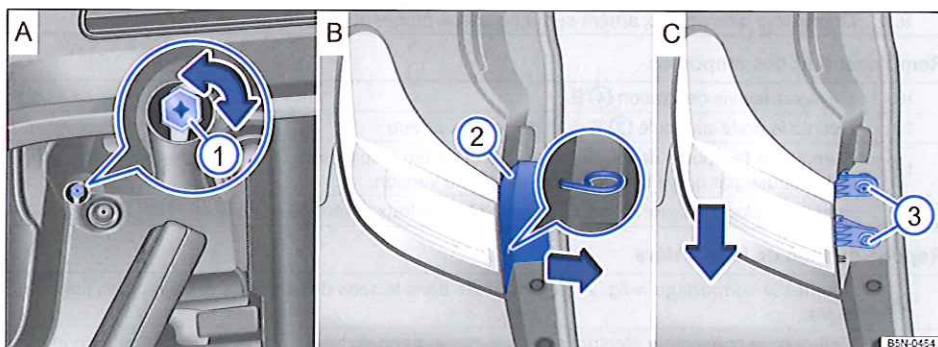
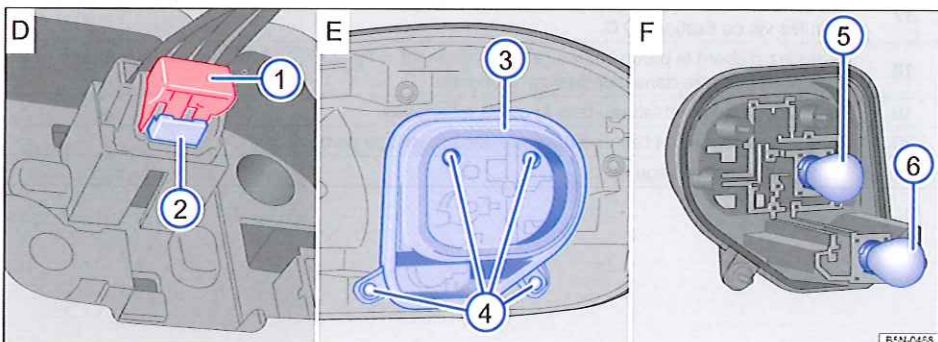

Fig. 239 Sur les côtés du coffre à bagages : déverrouillez le bloc de feux arrière, retirez le revêtement et dévissez les vis de fixation.
Fig. 240 Bloc de feux arrière déposé : déposez le porte-ampoule et remplacez l'ampoule de feu rouge arrière et de feu stop ⑤ ou l'ampoule de clignotant ⑥.
3. Placez l'étrier métallique compris dans l'outillage de bord (→ page 396) dans le petit alésage du revêtement → fig. 239 ② B. Retirez le revêtement dans le sens de la flèche à l'aide de l'étrier métallique.
5. Tournez jusqu'en butée le verrouillage ① A de 90° dans le sens inverse des aiguilles d'une montre à l'aide du tournevis à lame cruciforme compris dans l'outillage de bord.
6. Dévissez les vis de fixation ③ C.
8. Retirez l'étrier de sûreté rouge → fig. 240 ① D, comme représenté sur la figure, puis débranchez le connecteur électrique lorsque le levier ② D est poussé.
10. Dévissez les vis de fixation ④ E.
11. Retirez le porte-ampoule ③ E du bloc de feux arrière.
12. Remplacez l'ampoule de feu rouge arrière et de feu stop ⑤ F ou l'ampoule de clignotant ⑥ F défectueuse par une ampoule neuve de même version.
13. Mettez en place le porte-ampoule dans le bloc de feux arrière puis vissez-le → fig. 240 E.
14. Tournez le verrouillage → fig. 239 ① A de 90° dans le sens des aiguilles d'une montre, jusqu'en butée.
15. Enfoncez le connecteur électrique dans le porte-ampoule jusqu'à ce qu'il s'encliquette de manière audible. Enfoncez l'étrier de sûreté rouge → fig. 240 ① D.
17. Maintenez d'une main le bloc des feux arrière en position de montage puis serrez de l'autre main les vis de fixation ③ C.
18. Remettez d'abord la partie inférieure du revêtement → fig. 239 ② B du bloc de feux arrière puis la partie supérieure dans leur position d'origine.